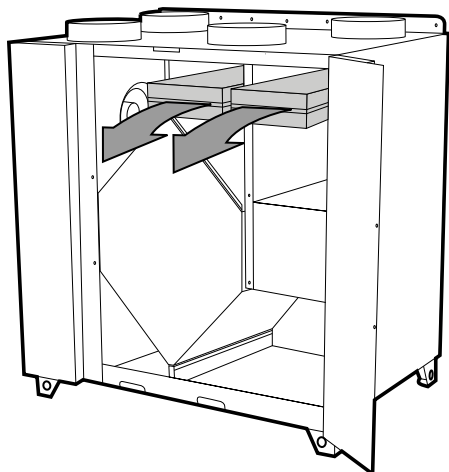

Рис. 7 Замена фильтров
1. Порядок замены фильтров показан на рисунке ниже (рисунок 7).